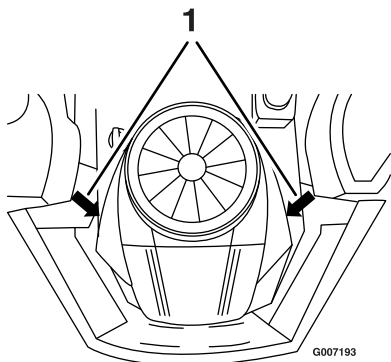

Figure 35
- Débranchez le fil de la bougie (Figure 35). Nettoyez la surface autour de la bougie pour éviter que des impuretés n'endommagent le moteur en tombant à l'intérieur.
3. Reconnectez le fil à la bougie (Figure 35).